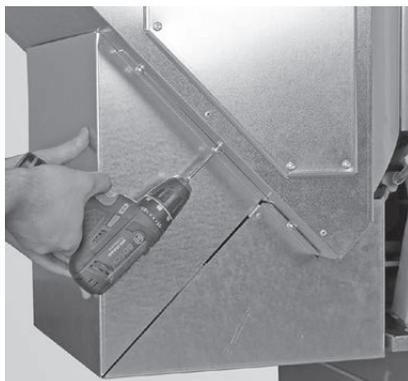

Fig. 49 Solamente allentare le 3 viti su ciascun lato per togliere la copertura.
- Rimuovere la copertura della stiva, a tale scopo allentare solo le 3 viti su ciascun lato per sfilare e togliere la copertura – Fig. 49.